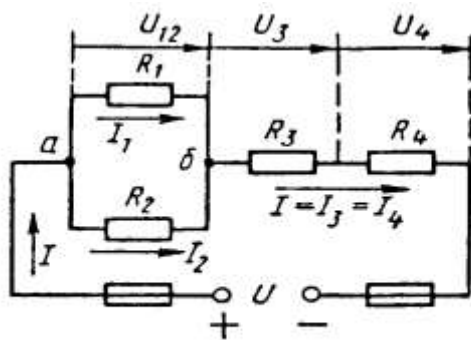

Рис. 1
Цепь постоянного тока со смешанным соединением состоит из четырех резистором. Заданы схема цепи (рис. 1), значения сопротивлений резисторов:
2) обозначим токи I_1, I_2, I_3, I_4 на (рис. 1) стрелками и определим их значения из формулы мощности:
Формулировка закона: алгебраическая сумма токов в узловой точке равна нулю. Математическая запись для узла б схемы цепи рисунок 1:
В замкнутом контуре (рис. 1) приложенное напряжение U (аналогично ЭДС при внутреннем сопротивлении источника тока, равном нулю) и падения напряжения